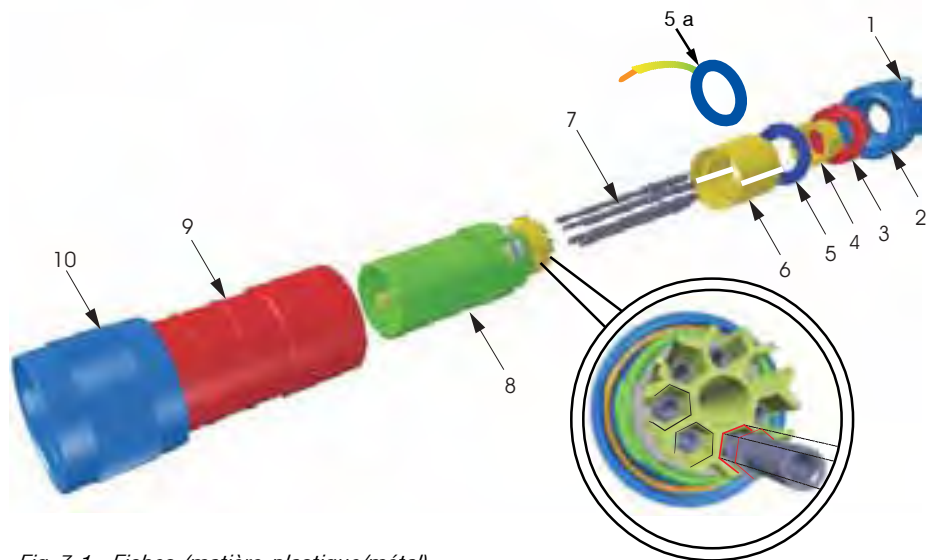

Fig. 7-1 Fiches (matière plastique/métal)
7.1 Ouverture de la fiche (Fig. 7.1)
- Dévisser la vis d'arrêt (1).
- Sortir en la tournant la pièce de pression (2) de la douille de fiche (9).
- Extraire par l'avant le bloc de fiche (8) de la douille de fiche (9).
- Retirer pendant cette opération par l'arrière la décharge de tension (3), le joint (4), la rondelle de pression (5), la douille isolante (6) de la douille de fiche (9).
- Monter la bague en couleur comme repère sur la douille de fiche (9). (voir chap.22)
- Monter la pièce de pression (2), la décharge de tension (3),
- Enfoncer tous les contacts mâles (7) jusqu'à l'enclenchement dans le guidage hexagonal du bloc de fiche (8) (Fig. 7.1).